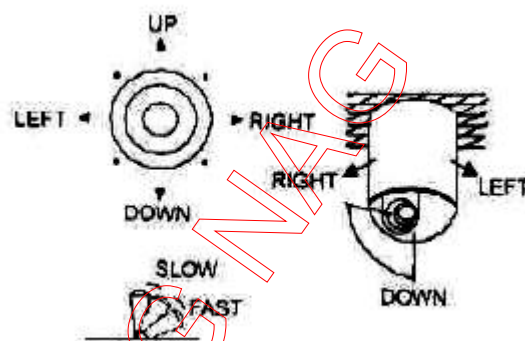

Рис. 3
12. Использование джойстика для управления скоростной купольной камерой: Вы можете использовать джойстик, для контроля направления поворота/наклона и скорости купольной камеры (Рис. 3). Скорость наклона/поворота управляется углом наклона джойстика. Изменяя угол наклона джойстика вы можете установить скорость поворота камеры. Камера может автоматически фокусироваться в направлении сканирования, сохраняя четкость изображения.